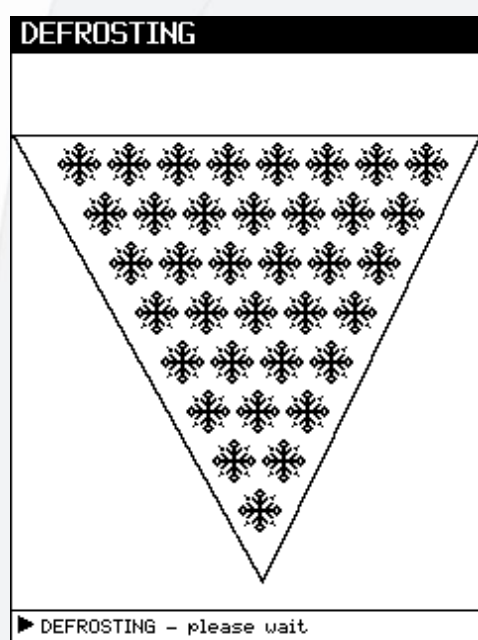

Figure 10 : Dégivrage
Pour lancer le processus de dégivrage appuyez sur la touche DEFROST (11). La fenêtre de la **Figure 10** apparaît sur l'écran (17) et le voyant DEL jaune (10) s'allume. Lorsque le compresseur est éteint, l'air ambiant passe à travers l'échangeur de chaleur. L'opération de dégivrage s'arrête automatiquement. Elle peut également être arrêtée manuellement après avoir fonctionné au moins 5 minutes. Lorsque l'opération est terminée, le **CRYOFLOW ICE-CT** repasse en mode veille et la fenêtre du Menu principal de la **Figure 5** du paragraphe 7.1 est affichée à l'écran (17).